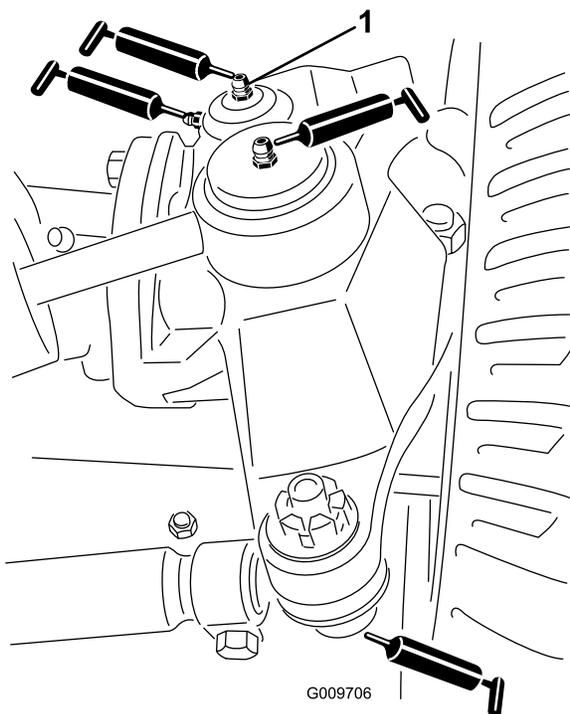

図 24
- ステアリングシリンダのボールジョイント 2ヶ所 図 24
- タイロッドのボールジョイント 2ヶ所 図 24
- キングピンのブッシュ 2ヶ所 図 24。但しキングピン上部は1年に1回のみポンプ2回押しのみとする。